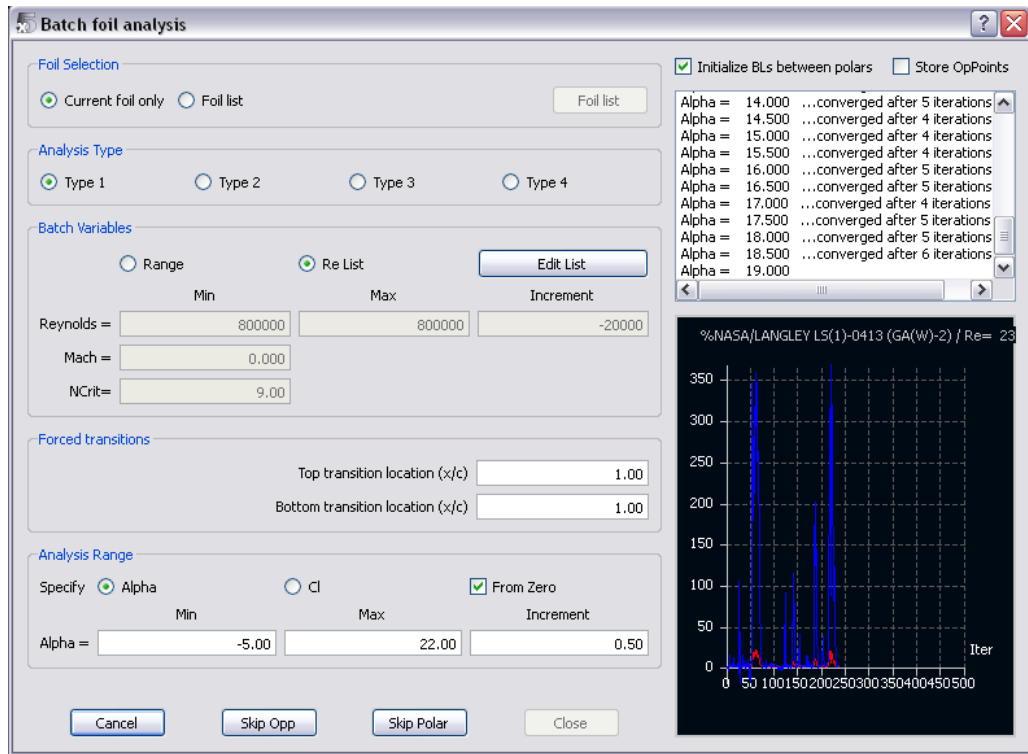

Figura C.1.6: Análisis.
6. Una vez definido el análisis se pulsa **Analyze** para comenzar. A la derecha de la ventana abierta aparece la evolución del análisis (Figura C.1.6. En la mitad superior el avance de los ángulos, si han convergido o no y en cuantas iteraciones lo han hecho. En la mitad inferior la evolución del error, en el ángulo de ataque que se calcula en cada momento, respecto al número de iteraciones.